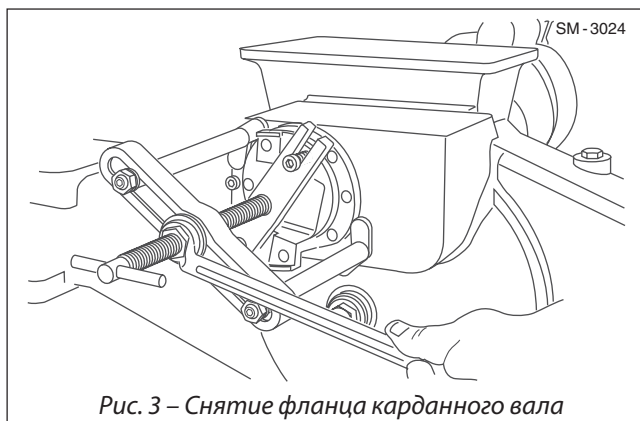
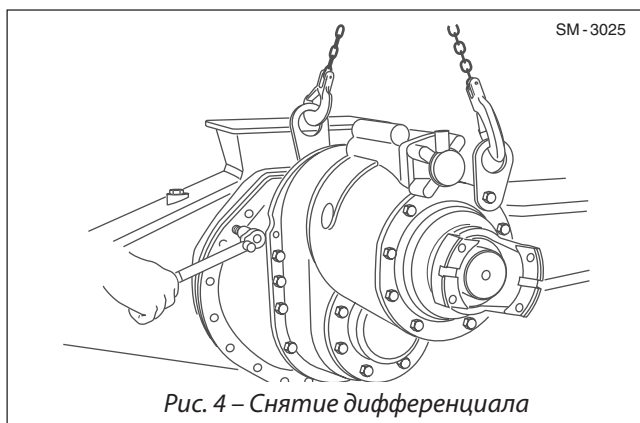

Рис. 3 – Снятие фланца карданного вала
Рис. 4 – Снятие дифференциала
1. Слейте масло из планетарных редукторов, картера моста, картеров дифференциалов (2 и 31) и картера промежуточного вала (3).
2. Выкрутите болты (93) крепления фланца (88) к картеру моста. Специальными инструментами (упором 15271101 и выколоткой 15500905) снимите фланец карданного вала (87), как показано на рис. 3.
3. Снимите стопорное кольцо (92) и регулировочную прокладку (91) с фланца карданного вала (87). Выпресуйте фланец (88) и подшипник (90) с фланца карданного вала (87).
4. Выпресуйте сальник вала (89) с фланца (88).
5. Снимите оба планетарных редуктора и полуоси, как описано в разделе 160-0030 «ГРУППА МОСТА (СТУПИЦА)». Подоприте дифференциал подходящим домкратом (или лебедкой). Если это не было сделано ранее, выкрутите болты с гайками и снимите дифференциал с картера моста, как показано на рис. 4.